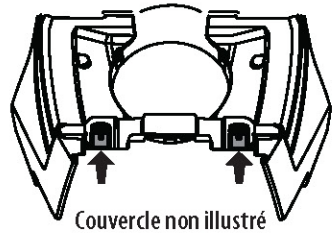

Figure 8
3. Pour retenir le couvercle, poussez vers le haut les deux languettes de blocage à l'arrière du capot. Voir Figure 8.